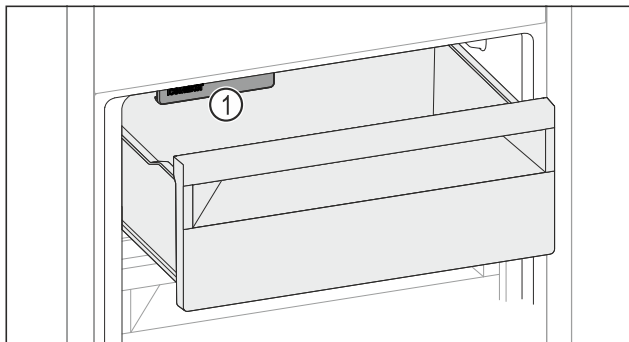

Fig. 101
- ▶ Dávejte pozor na IceMaker Fig. 101 (1).